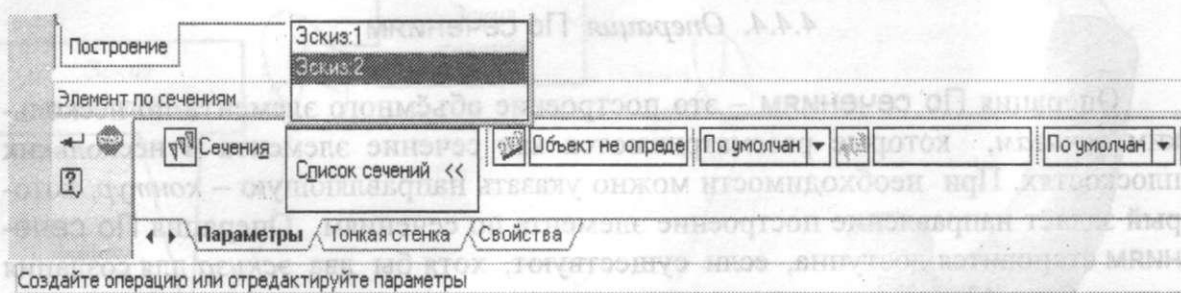

Рис. 48. Панель Свойств операции По сечениям
- на соответствующей данной операции панели Свойств (рис. 48):